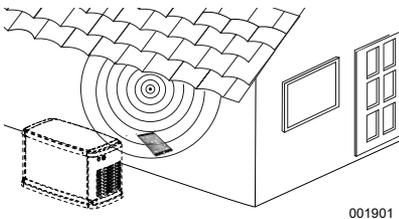

Figure 3-1. Contrôler la force du signal Wi-Fi
1. Voir **Figure 3-1**. Placer un appareil mobile à l'emplacement prévu pour l'installation du groupe électrogène.